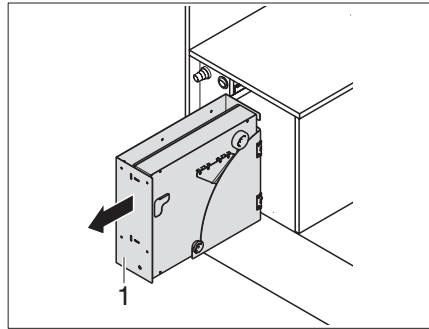

Bild 74 Gaslågan öppnas
- ▶ Flytta låset (Bild 74,1) uppåt.
- ▶ Dra ut gasspisinsatsen (Bild 74,1) tills låset klickar in på plats.